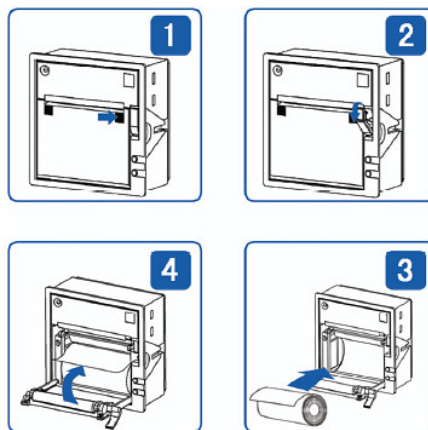

Abb. 18: Druckerpapier wechseln
- Öffnen Sie die Verriegelung (Abb.18, Pos.1) und öffnen sie die Abdeckung Pos.2.